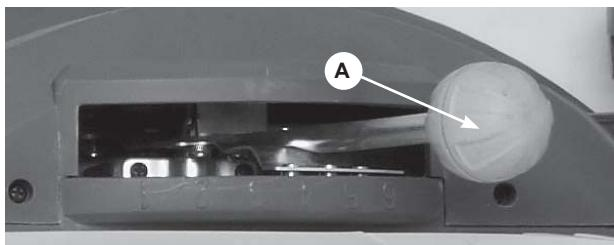

Рис.7
Высота скашивания травы устанавливается рычагом (A) Рис.7, который расположен с левой стороны корпуса газонокосилки.